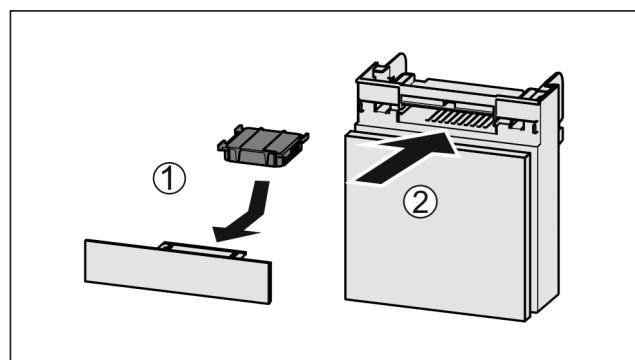

Fig. 141
- Вставити фільтр з активованого вугілля за малюнком Fig. 141 (1).
- Вставити відділення Fig. 141 (2).